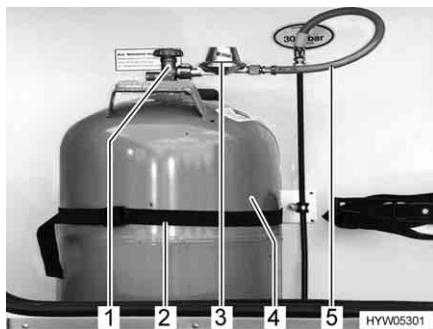

Fig. 72 Vano portabombole
- Chiudere la valvola principale di arresto (Fig. 72,1) della bombola del gas (Fig. 72,4). Osservare la direzione della freccia.
- Svitare manualmente il regolatore di pressione del gas (Fig. 72,3), con il tubo del gas (Fig. 72,5), dalla bombola del gas (filettatura sinistrorsa).
- Allentare le cinghie di fissaggio (Fig. 72,2) ed estrarre la bombola del gas.